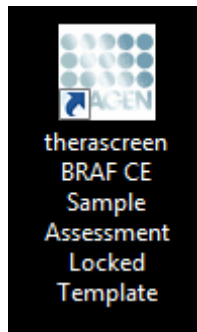

Abbildung 2. Symbol „therascreen BRAF CE Sample Assessment Locked Template“
- Starten Sie die Rotor-Gene Q Software, indem Sie auf dem Desktop des Notebooks, das an das Rotor-Gene Q MDx Instrument angeschlossen ist, auf das Symbol „*therascreen* BRAF CE Sample Assessment Locked Template“ klicken (siehe Abbildung 2).**